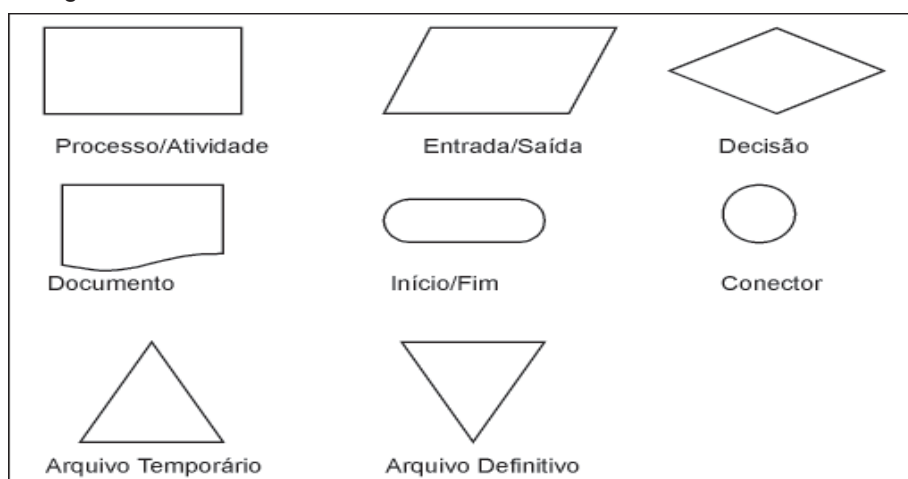

Fig 4.1 – Simbologia para fluxograma
d. Utilizaremos a simbologia, conforme a (Fig 4.1), para elaboração dos fluxogramas: